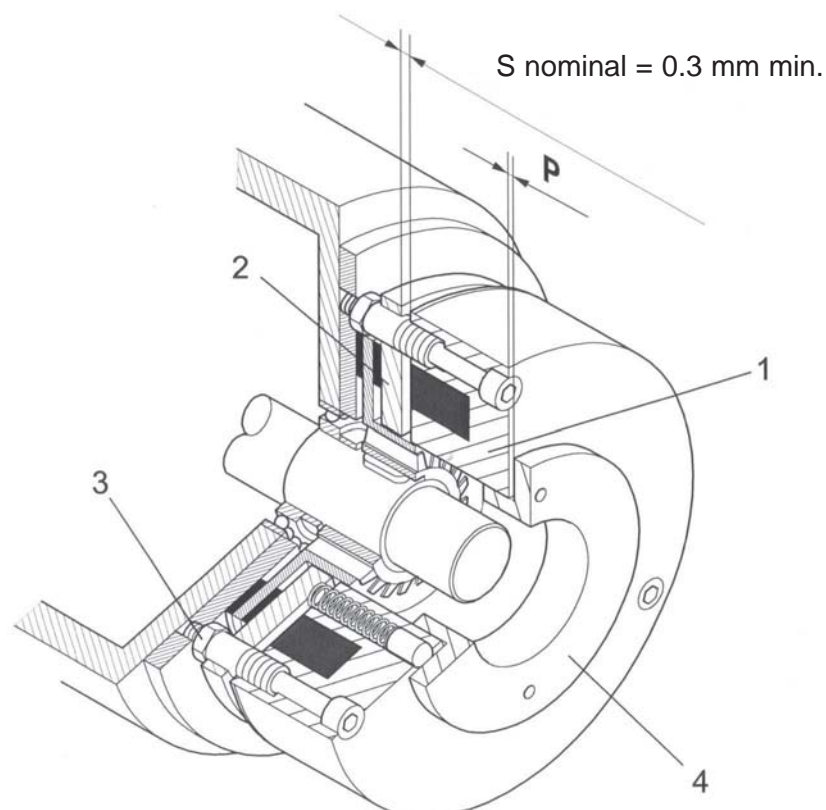

Abb. 1.4.1
Der Luftspalt (S) [Abstand zwischen Magnetkern (1) und beweglicher Platte (2) (Abb. 1.4.1)], muss regelmäßig überprüft werden und sein Höchstwert darf den Nennwert (0,3 mm / 7.62 in.) nicht um 2 ÷ 3 Mal überschreiten.